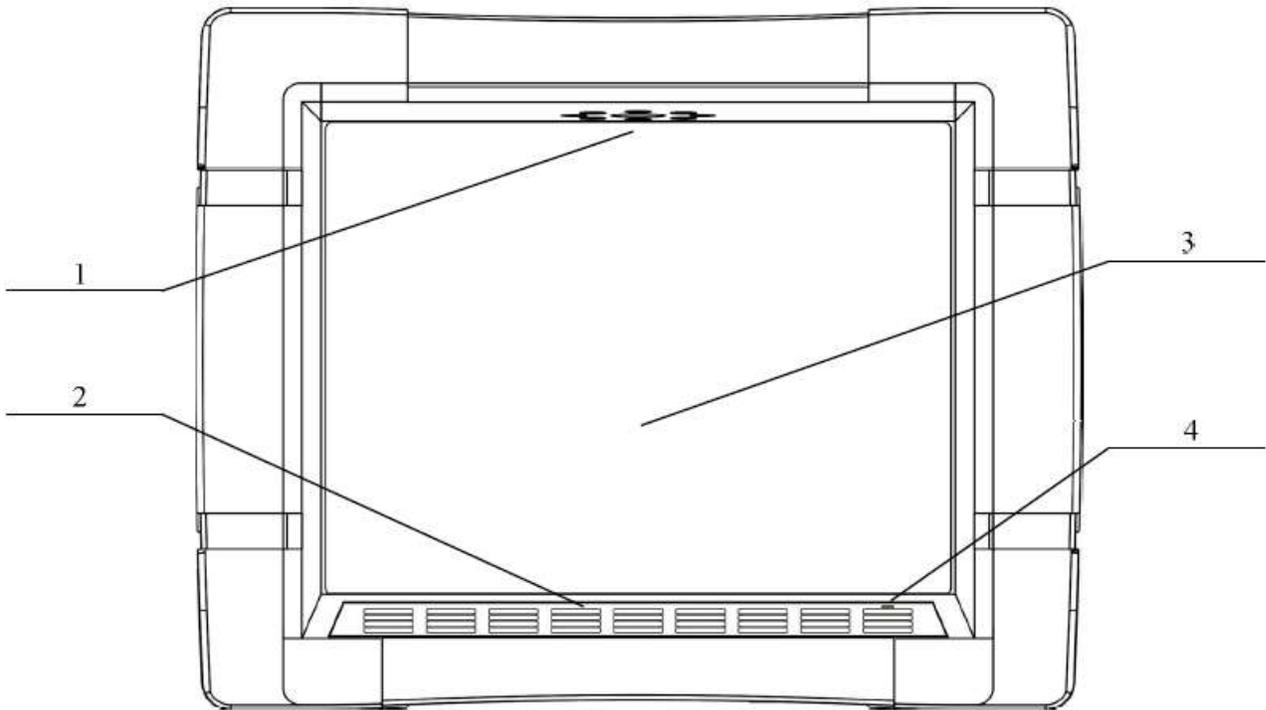

Fig. 1-1 Vista frontal
1.1 Unidad principal El panel frontal / posterior de la unidad principal es como se muestra en la Fig. 1-1.